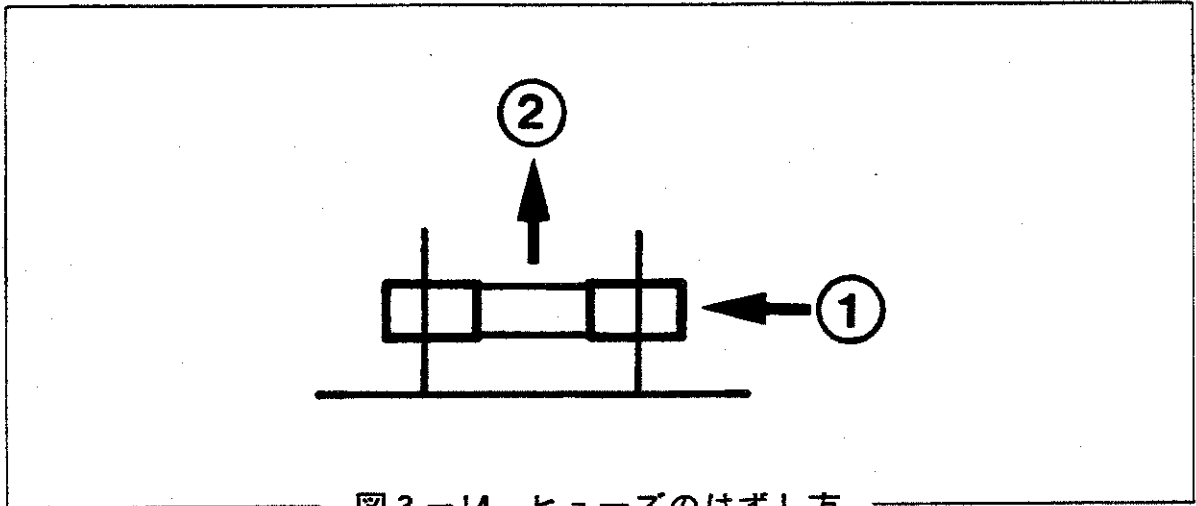

図3-14 ヒューズのはずし方
電源ヒューズをはずすときは、ヒューズを〔図3-14〕に示す矢印①の方向に押しします。